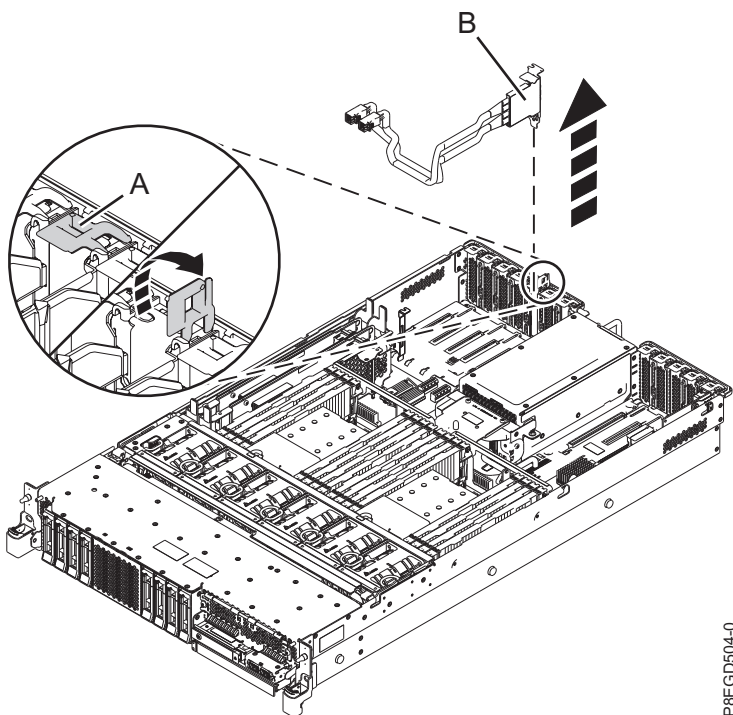

Figura 4. Extracció del cable posterior SAS
6. A la part posterior del sistema, desbloquegeu la peça de retenció de l'adaptador PCI (A) per la ranura P1-C8 de l'adaptador PCI. A continuació, extraieu el cable posterior SAS (B). Consulteu Figura 4.